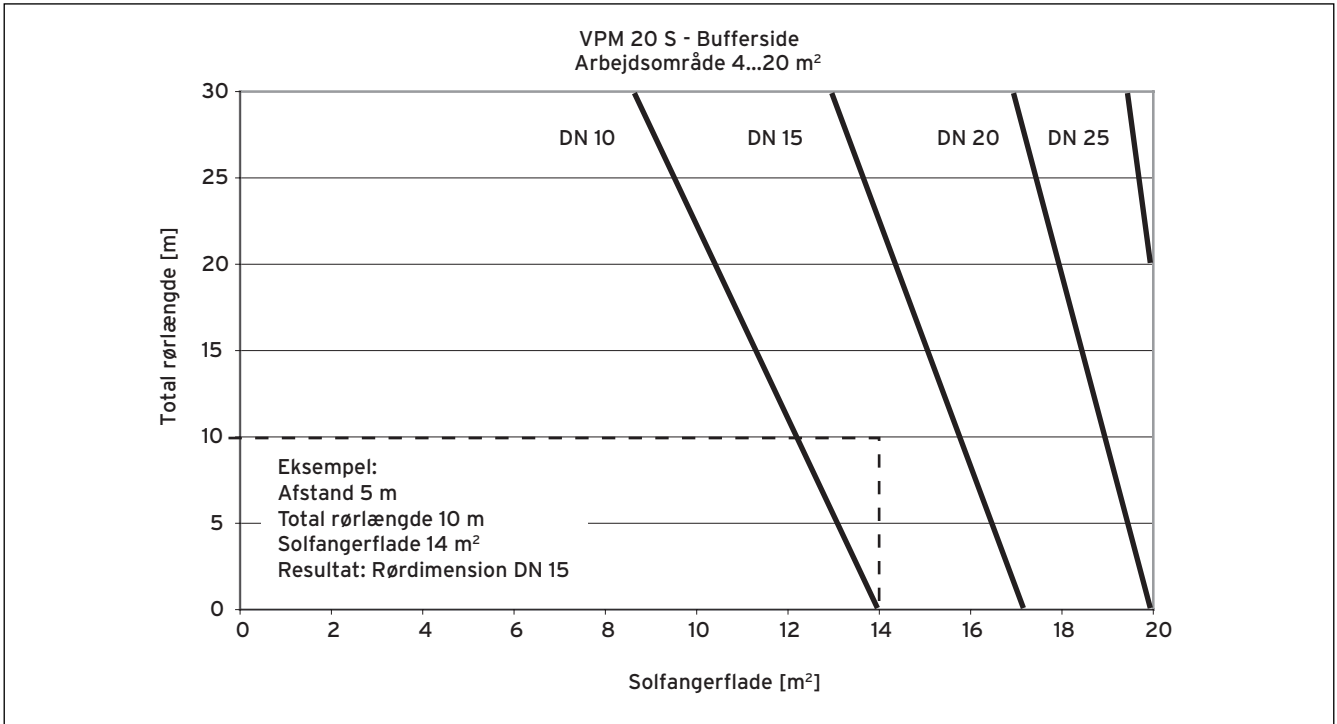
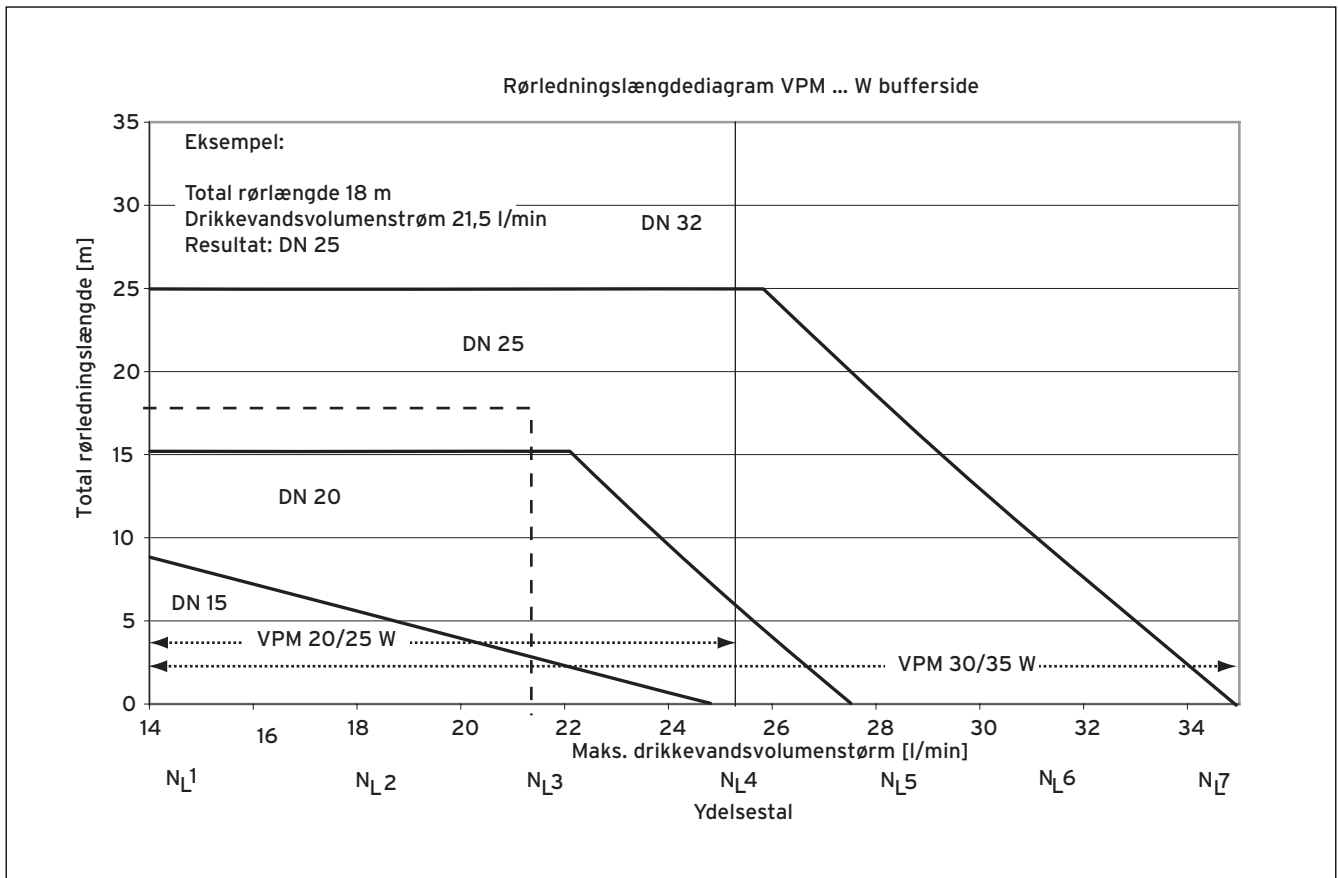

Fig. 3.16 Bestemmelse af nominal diameter DN
Fig. 3.22 Rørledningsdiagram rentvandsstation
- Iagttag rørledningernes diameter (se fig. 3.16 til fig. 3.22).